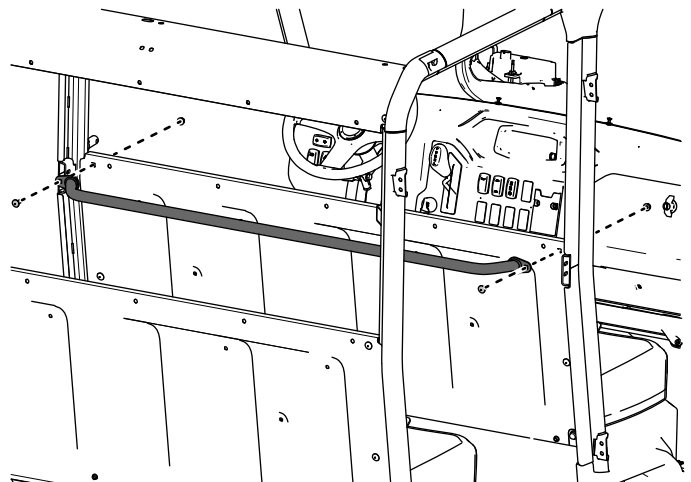

Figure 54
21. Fixez légèrement la poignée de siège arrière sur le panneau de siège central à l'aide de 2 boulons de carrosserie (5/16 x 3/4 po) et 2 contre-écrous (5/16 po), comme montré à la Figure 54.